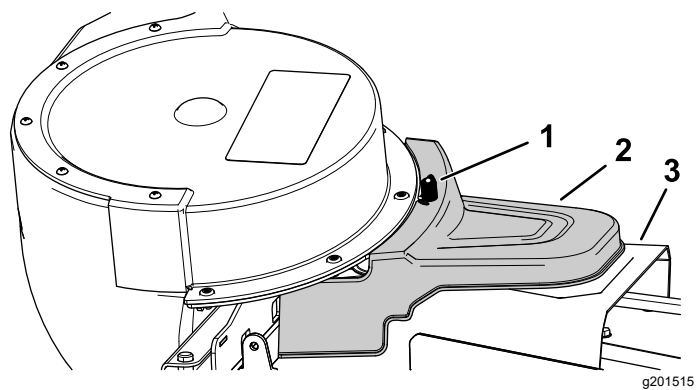

Figura 27
5. Instale la cubierta del ensacador motorizado sobre la cubierta de la correa y apriete el pomo para sujetarlo (Figura 27).